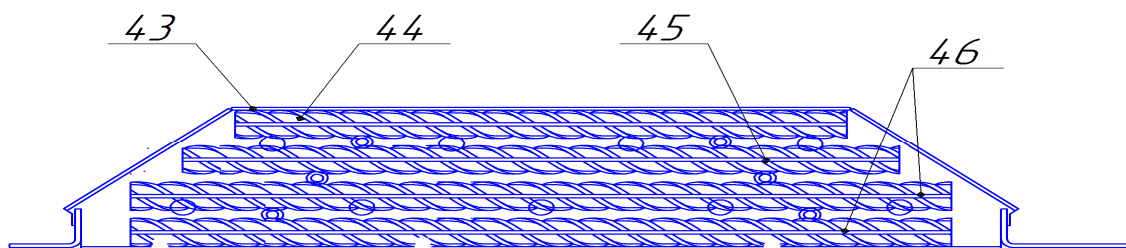

Рисунок 8 - Схема размещения стержней в лотке парогенератора.
- уложить в соответствии с рис.8 в каждый лоток поз.43 парогенератора по 4 арматурных стержня в следующем порядке: